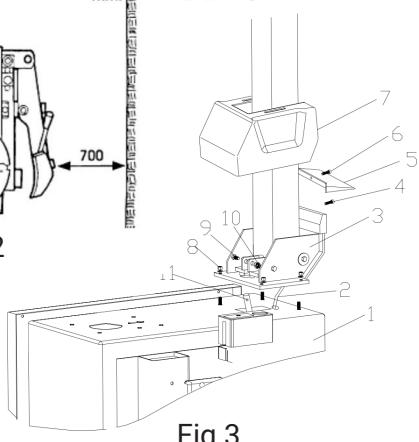

Fig 3
2. Placera svänggångjärnen (3, bild 3) på stammen (1, bild 3) med 4 skruvar (M12), träd luftslangen (2, bild 3) genom hålet i pelaren. Dra åt 4 låsmuttrar (8, bild 3).
3. Sätt bulten (9, bild 3) i hålen i både pelare och den lutande cylinderarmen (11, bild 3), dra åt den med en låsmutter (10, bild 3).
(2, bild 3) som tidigare nämnts till sidhålen som styr den lutande 5-greniga ventilen. Sätt tillbaka det vänstra locket.
5. Fäst plastkåpan (7, bild 3) med två bultar (4, bild 3). 6) Montera bakre plastkåpan (5, bild 3) pelaren med skruv (6, bild 3).